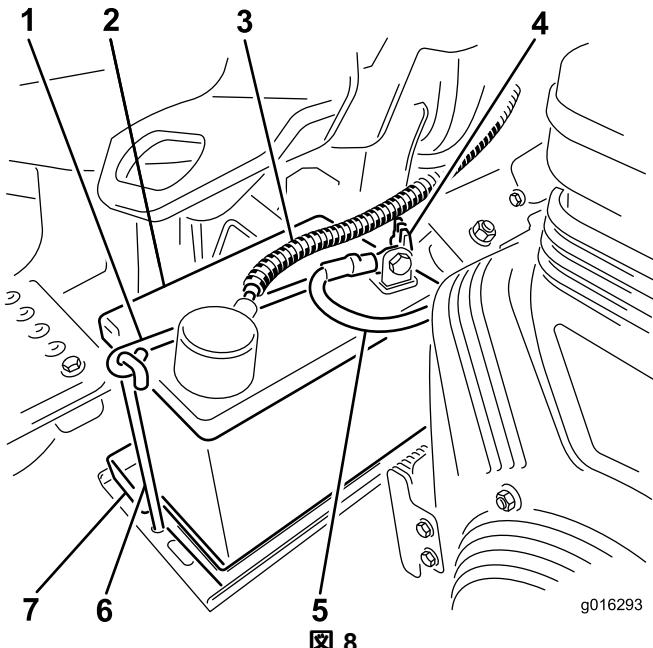

図8
7. バッテリートレイの上にバッテリーを置き、先ほど取り外したクランプと固定具で固定する図8。
| 8. 赤いプラスケーブルをバッテリーのプラス端子に、黒いマイナスケーブルはバッテリーのマイナス端子にはめ、ボルトとナットで固定する図8。ショート防止のために端子にゴムキャップをかぶせる。 | |